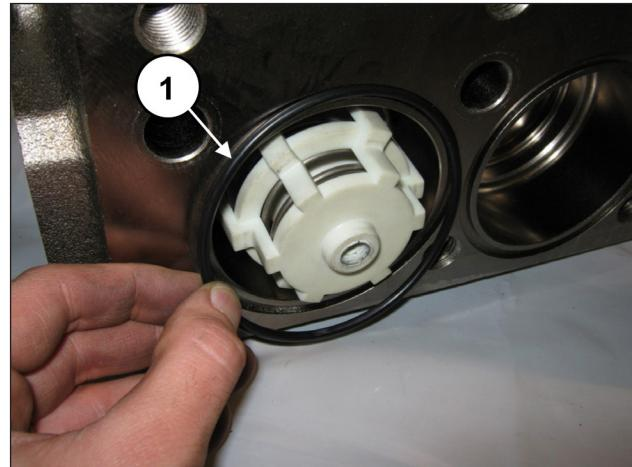

Fig. 151
Appicare l'O-ring frontale alle valvole di aspirazione (pos. ①, Fig. 151).